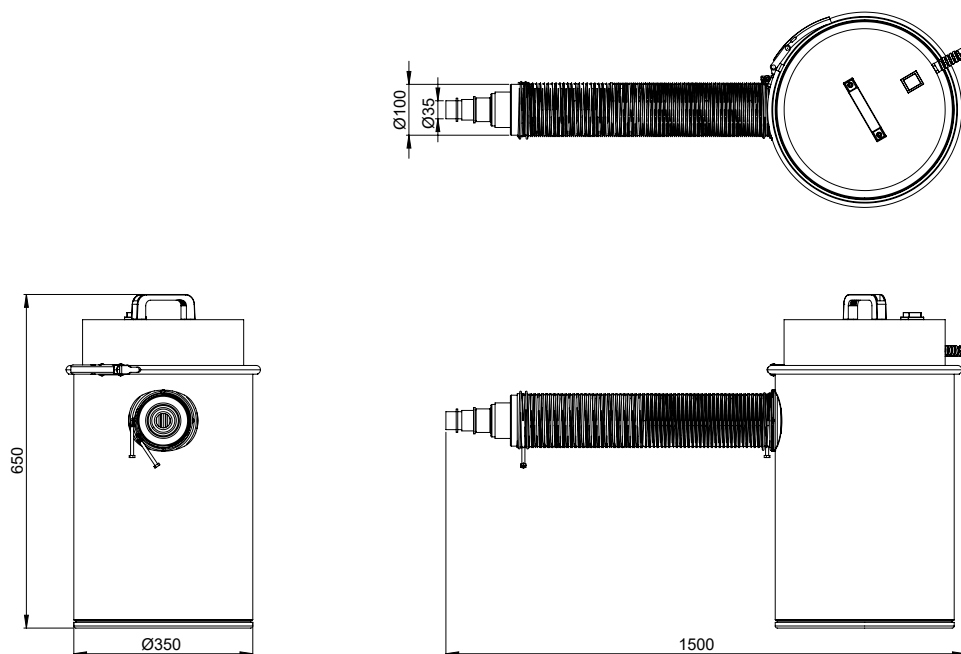

FIGURA 03 – Coletor de Pó – 3 Vistas
1. VERIFICAR se todas as partes do Coletor de Pó (01) estão presentes conforme a lista a seguir, e íntegras (sem rachaduras, mossas, aranhões, oxidação ou quaisquer outros defeitos), em especial o Interruptor LIGA/DESLIGA (14) (figura 03);